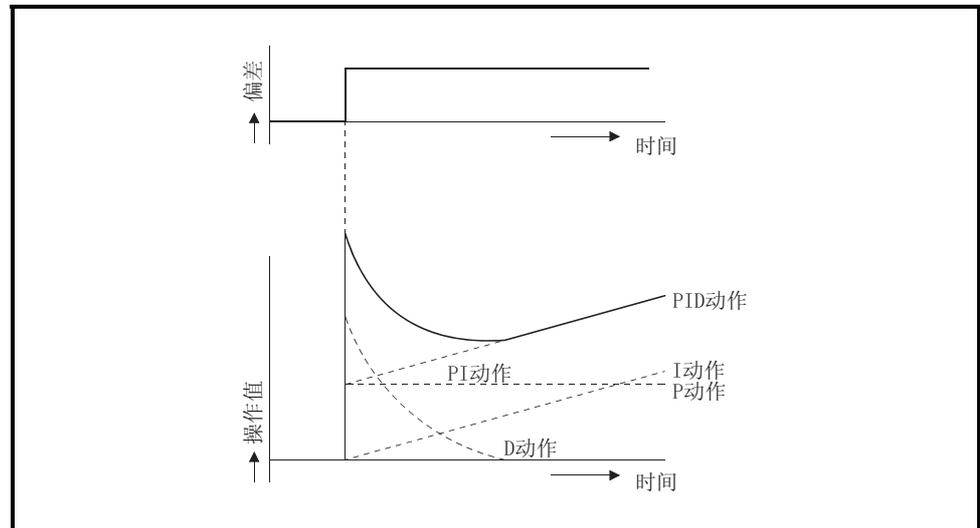

图 1.10 阶跃响应时的 PID 动作
(1) PID 动作使用通过合并比例动作、积分动作和微分动作获得的操作值执行控制。
(2) 图 1.10 所示为在偏差恒定时阶跃响应的 PID 动作。